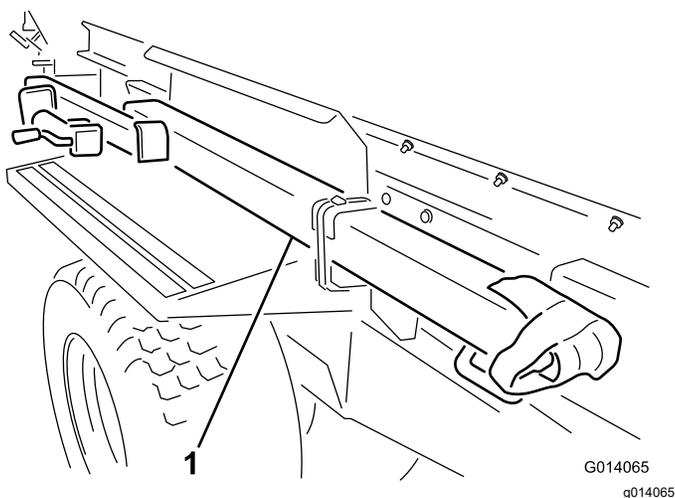

图 3
3. 切断两条箍带卸下运输位置的挂钩把挂钩固定到挡泥板 (图 3)。卸下挡泥板上的两个安装支架并丢弃。